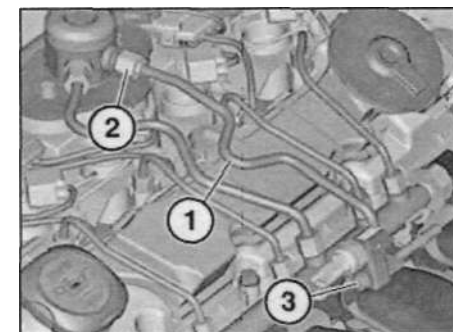

Рис. 3.308. Трубопровод.
Установку трубопровода подачи топлива к насосу высокого давления необходимо проводить в следующем порядке. Установить трубопровод (1, рис. 3.308) подвода, при этом гайку (2) и болт (3) затянуть только от руки.